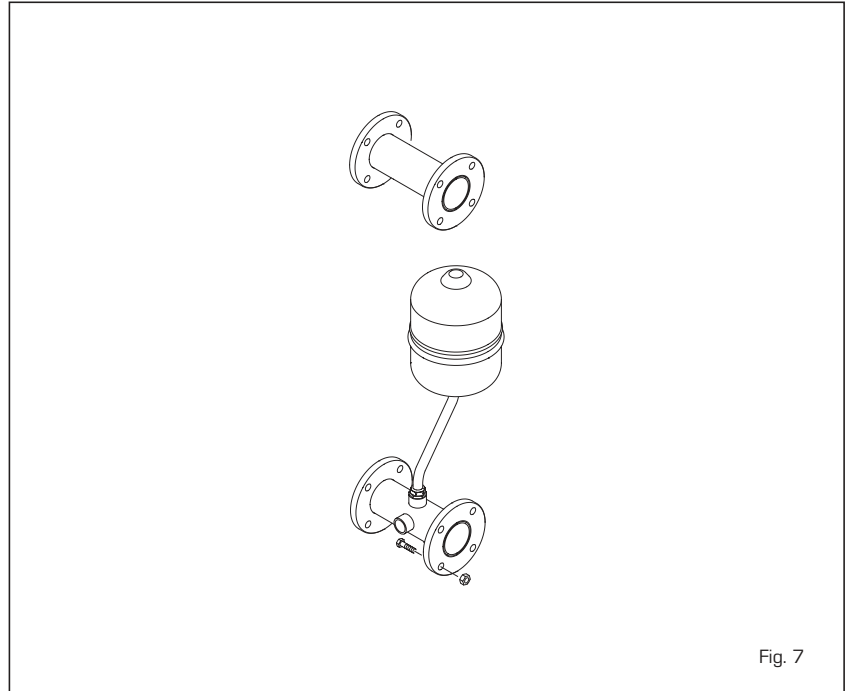

Fig. 7
2.8 KIT TUBOS DE CONEXIÓN DEL SEPARADOR HIDRÁULICO (fig. 7)
El kit tiene la siguiente composición (fig. 7):